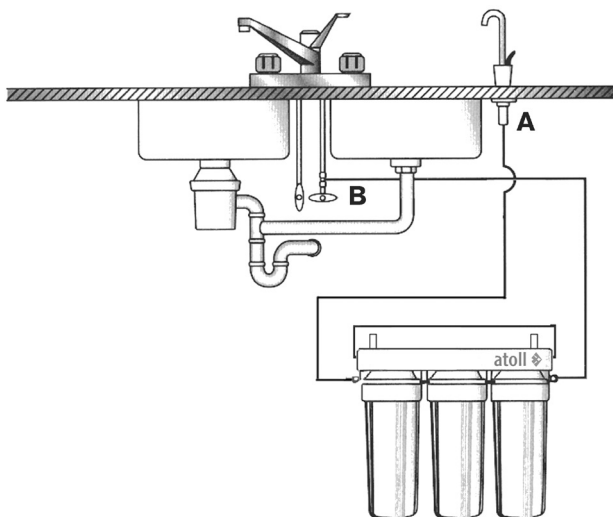
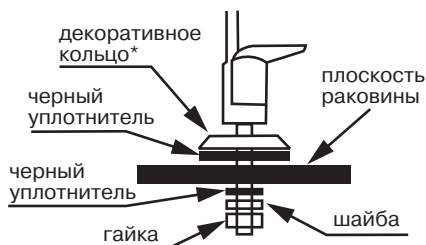

Рис. 1. Схема подключения фильтра
Рис. 4
Монтаж крана чистой воды\* производите согласно рис. 4. Мы рекомендуем не затягивать гайку крана до завершения монтажа и проверки работоспособности системы, чтобы была возможность убедиться в отсутствии подтекания воды в месте соединения корпуса крана и резьбовой трубки. В комплекте с краном чистой воды для герметизации соединения с трубкой может поставляться набор деталей для подключения, либо кран может иметь в своем составе быстро-разъемный коннектор. На рис. 5а, б, в приведены способы подключения трубки к крану чистой воды (рис. 1).
2.5. Подсоедините трубку от порта IN фильтра к шаровому крану подачи воды (рис. 1).
2. Откройте кран подачи воды (B).
3. Откройте кран чистой воды (A).
5. Через 2-3 минуты закройте кран чистой воды (A). Система готова к эксплуатации.
7. Убедитесь в отсутствии протечки внизу корпуса крана чистой воды, затяните гайку крана (см. рис. 4).